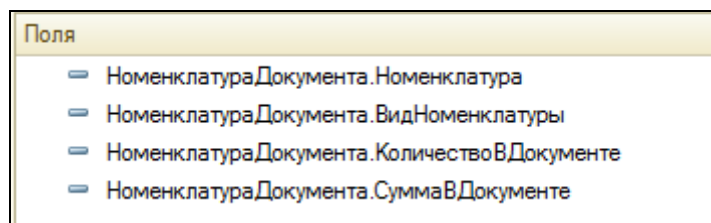

Рисунок 5.10 Выбранные поля временной таблицы
14. Нажать ОК. Выбрать из этой таблицы все поля, для переноса в область Поля (рис. 5.10).